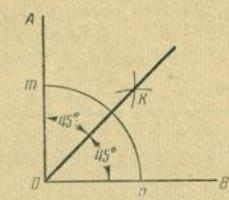

Рис. 4. Построение угла  $45^\circ$
**Построение угла  $45^\circ$ .** 1-й способ. Разметить прямой угол и из его вершины произвольным радиусом циркуля описать дугу, пересекающую стороны угла (рис. 4). Из точек ( $m$  и  $n$ ) пересечения дуги со сторонами угла радиусом, большим половины длины дуги, сделать засечки и точку пересечения этих засечек  $K$  соединить прямой с вершиной угла (точка  $O$ ). Каждый из полученных двух углов будет равен  $45^\circ$ .